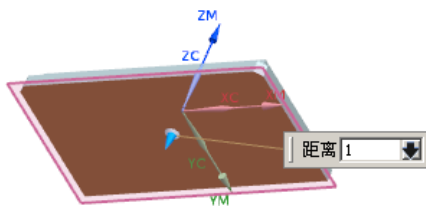

图 18.26 选取底面
Step4. 单击 **指定底面** 右侧的  按钮, 系统弹出“平面”对话框, 在图形区中选取图 18.26 中所示底面参照。在**偏置**区域的**距离**文本框中输入 1。